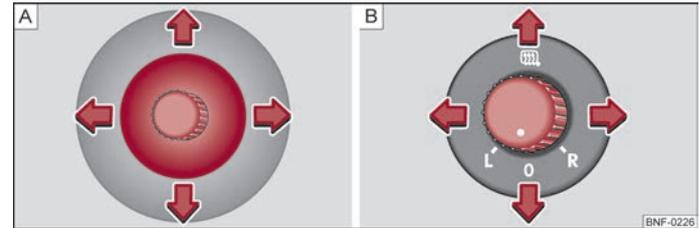

Abb. 32 In der Tür, Stellknopf / Drehknopf: für den mechanischen Außenspiegel / für die elektrischen Außenspiegel
- Stellen Sie die Spiegelfläche mit dem Stellknopf in gewünschte Position ⇒ Abb. 32 - [A]. Die Spiegelflächenbewegung ist mit der Bewegung des Stellknopfes identisch.
- Stellen Sie den Drehknopf in die Position ☰ ⇒ Abb. 32 - [B].
- Stellen Sie den Drehknopf in die Position L ⇒ Abb. 32 - [B]. Die Spiegelflächenbewegung ist mit der Bewegung des Drehknopfes identisch.